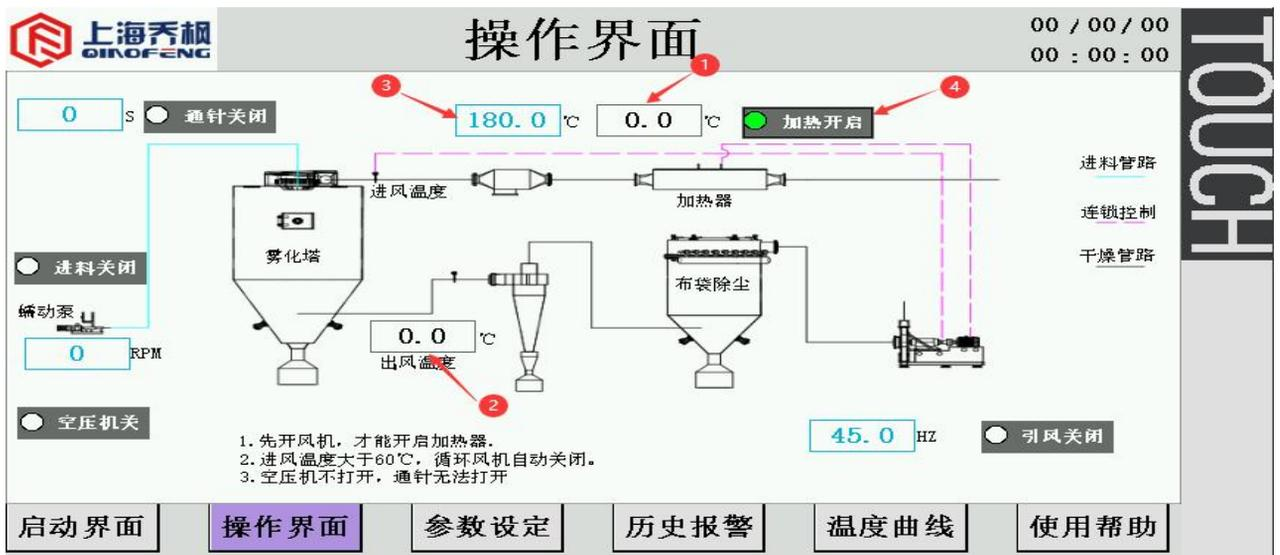

图6
5、设备结构图	6、7
(4) 点击“°C”前的设定框3，用虚拟键盘输入“0-250”，即为设定进风温度为0-250℃，点击“加热器开关”4，开启电加热。显示状态如下图6所示。（显示框1为进风实际温度显示，显示框2为出风温度实际显示，以此判设备实际状态是否符合生产状态）